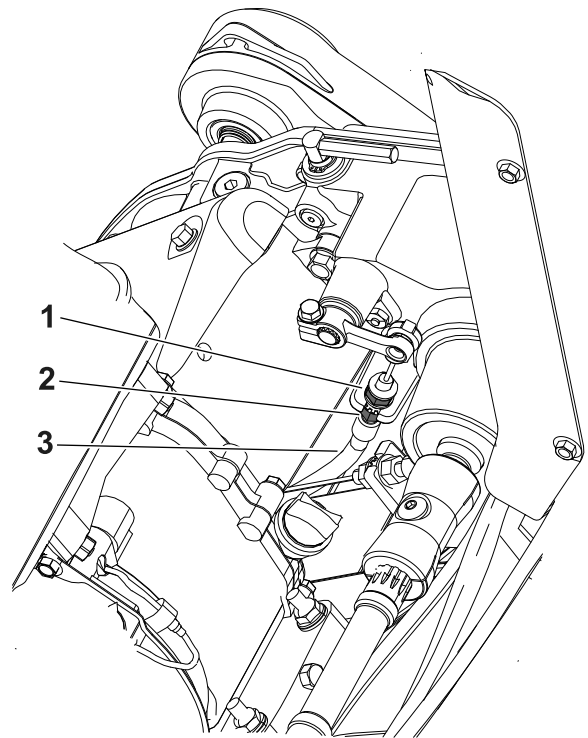

**Figure 36**
2. Mesurez le jeu au bout de la poignée du frein de stationnement (Figure 36).